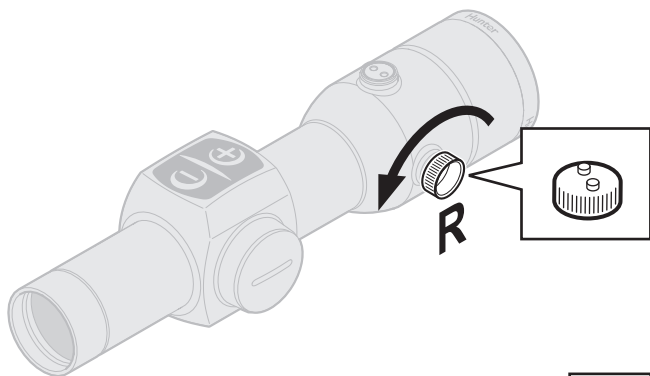

Fig. 3 → 2.3
- a Снимите крышки для линз (8) и (9).
- b Включите прицел, нажав и удерживая кнопку **+** или **-** на сенсорной панели (1) до тех пор пока красная точка будет достаточно видна на фоне цели.
- c Чтобы воспользоваться винтом вертикальной (5) и горизонтальной (6) регулировки, снимите колпак регулировочного механизма (4).
- d Для проворачивания регулировочных винтов используйте колпак регулировочного механизма (4) или ключ (7A). Установите выступы колпака регулировочного механизма (4) в углубления регулировочных винтов (5) и (6).
- e Горизонтальная регулировка (см. рис. 3)
- Чтобы сдвинуть точку попадания вправо, проверните винт горизонтальной регулировки (6) против часовой стрелки.
- Чтобы сдвинуть точку попадания влево, проверните винт горизонтальной регулировки (6) по часовой стрелке.